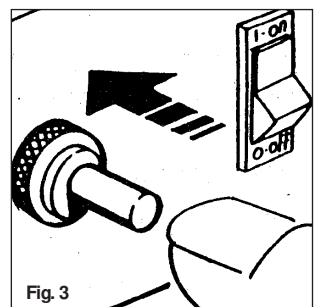

Fig. 3
- Premere il pulsante della valvola gas e contemporaneamente premere più volte il pulsante del piezoelettrico finché il bruciatore si accende. (Fig. 3 - 4)
- Tryk på gasventilens knap og tryk samtidigt nogle gange på den piezoelektriske knap, indtil brænderen starter (Fig. 3 - 4). Når brænderen starter, hold ventilens knap indtrykket ca 10 sekunder (Fig. 5). Hvis brænderen slukkes når varmeapparatets ventilknop slippes, vent da nogle minutter og gentag operationen. Hold da ventilknappen indtrykket i en længere tid.